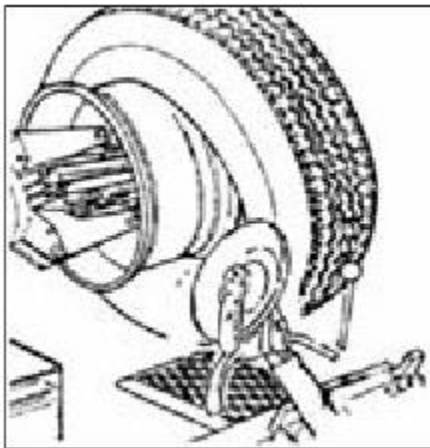

Рис. 13
8) Поместите опорный рычаг внутрь крышки и добейтесь плотного прилегания отжимного диска к ободу колеса. Вращайте колесо против часовой стрелки, чтобы полностью отделить внутренний обод от колеса и демонтировать колесо. (см **Рис. 13**)